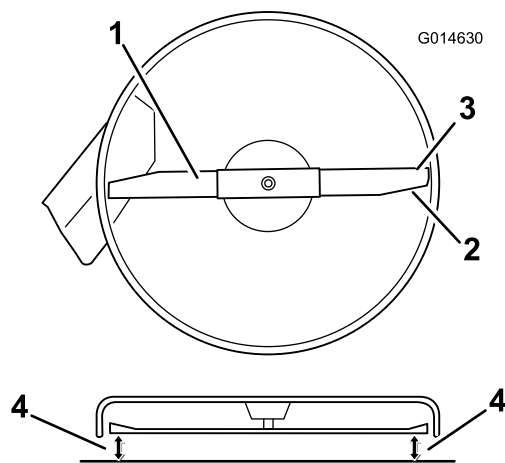

Figura 50
4. Gire cuidadosamente las cuchillas hasta que estén todas orientadas lateralmente (Figura 50).
5. Mida entre los bordes de corte exteriores y la superficie plana (Figura 50). Si hay una diferencia de más de 5 mm entre ambas dimensiones, se requiere un ajuste; siga con este procedimiento.